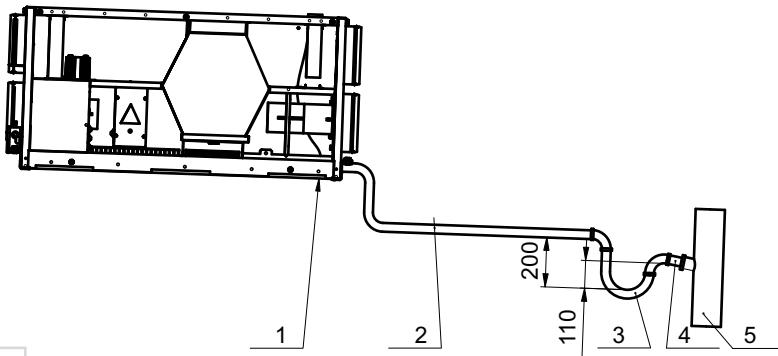

Рис. 6
После монтажа установка должна быть подключена к дренажной системе согласно рис. 6. Установка монтируется с уклоном 1-2° в сторону патрубка отвода конденсата. Трубами (металлическими, пластиковыми или резиновыми) соедините патрубок (1), сифон (3) и канализационную систему (5). Трубы (2, 4) должны иметь уклон не менее 3° (1 метр трубы должен быть наклонен вниз на 55 мм).